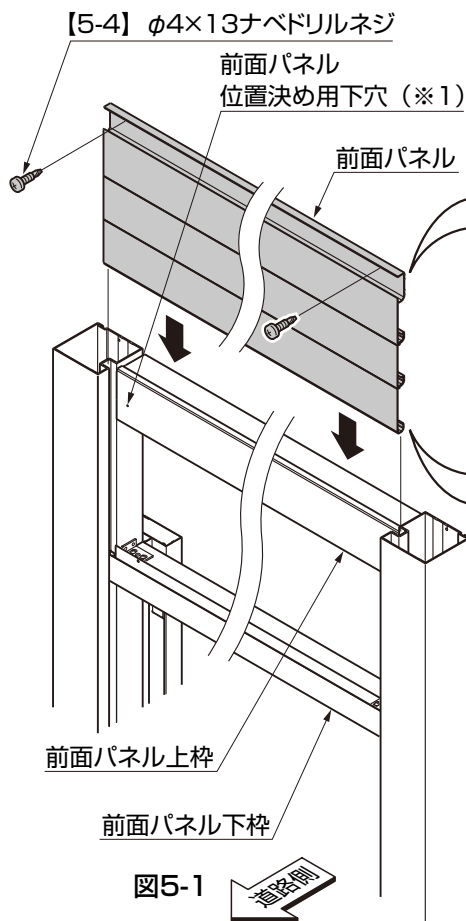

図5-1
①前面パネルを柱の溝に上から差込んでください。(図5-1参照)
②前面パネルを【5-4】で前面パネル上枠に固定してください。(図5-1参照)